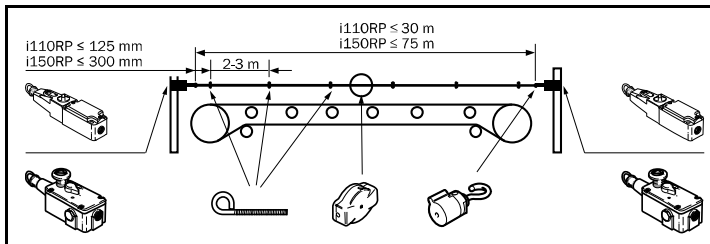

Fig. 2: Exemple de guidage du câble et d'agencement du montage.
**2.2 Guidage et implantation du câble (Fig. 2)**